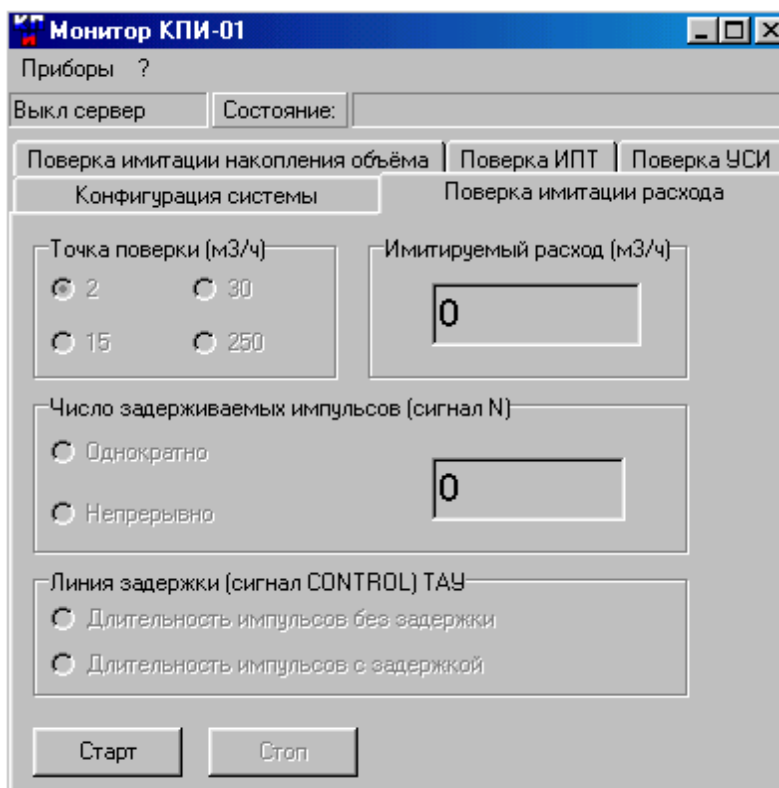

Рис.52. Вид вкладки «Поверка имитации расхода».
- 4.7.4.1.2. Для определения относительной погрешности воспроизведения расхода активизируется вкладка **Поверка имитации расхода** (рис.52). Последовательно задается три значения расхода: 15 м³/ч, 30 м³/ч и 250 м³/ч (значение расхода выбирается с допуском ± 10 %).